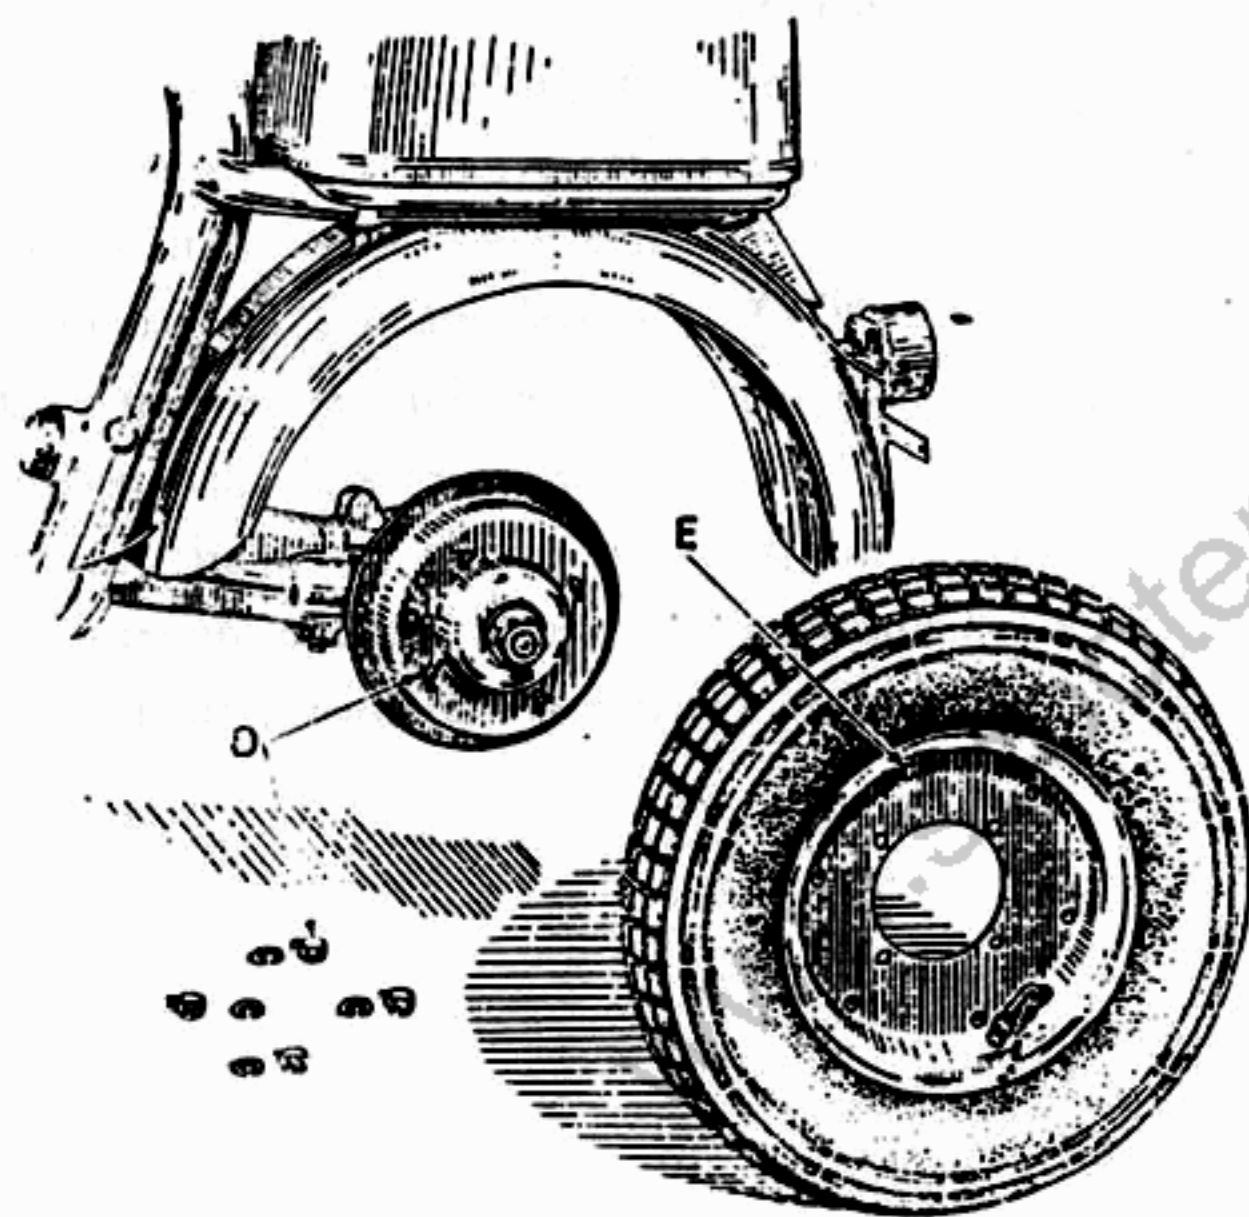

Fig. 7
trovano sul lato della valvolina dell'aria (fig. 7); per smontare i pneumatici, dopo smontate le ruote, svitare i sei dadi (E), che uniscono le due metà del cerchione, posti sul lato opposto della valvolina. L'operazione deve farsi previo sgonfiamento dei pneumatici.